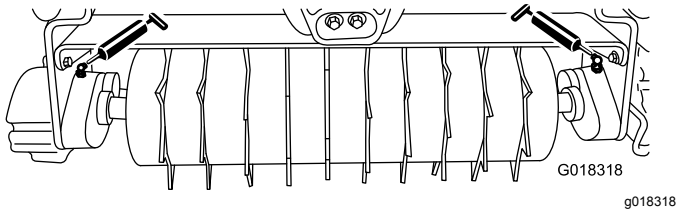

Figura 6
Lubrique los 2 engrasadores (Figura 6) de cada aireador cada 15 horas de uso, usando grasa de litio n.º 2. Para obtener los mejores resultados, utilice una pistola de engrasar manual.
2. Limpie cada engrasador (Figura 6) con un trapo limpio.